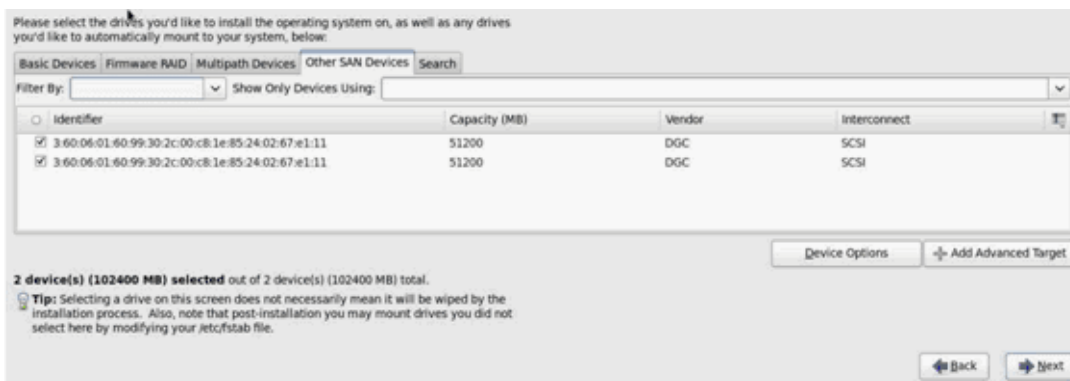

Figura 14-28. Confirmação de discos FCoE
9. Confirme se todos os discos visíveis de FCoE aparecem nas páginas Multipath Devices (Dispositivos de múltiplos caminhos) ou Other SAN Devices (Outros dispositivos SAN) (Figura 14-28).